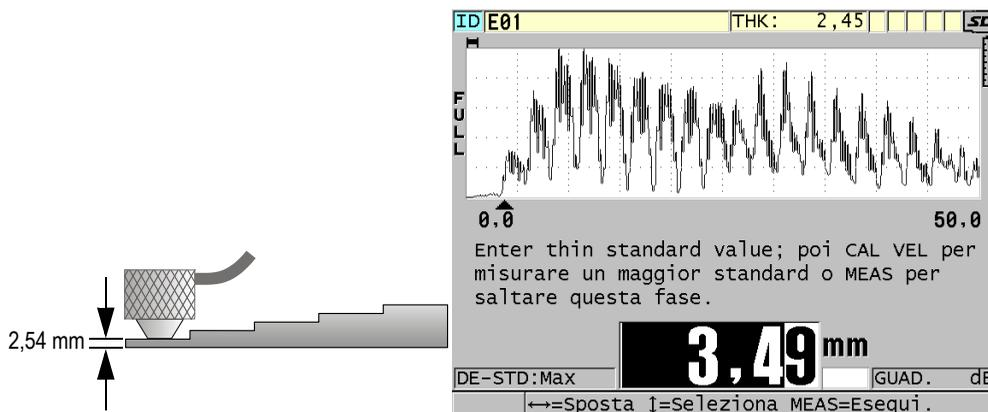

Figura 5-5 Calibratura dello zero mediante un blocco di calibratura da 5 spessori
2. Per effettuare la calibratura dello zero (vedere Figura 5-5 a pagina 77):